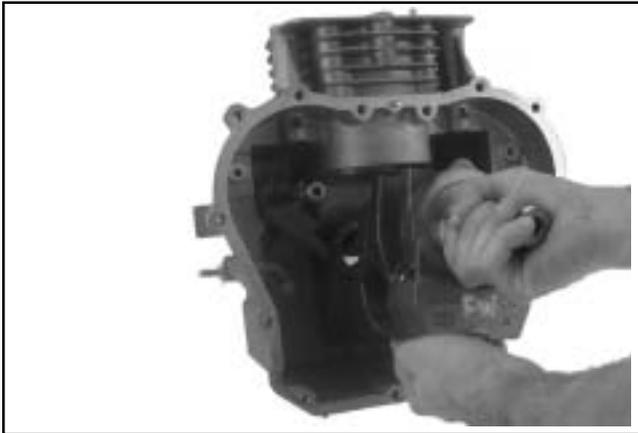

Figura 10-14. Installazione del gruppo albero motore.
3. Installare con cautela l'albero motore nel carter, attraverso il paraolio lato PDF, ed inserirlo saldamente in posizione. Ruotare l'albero motore in modo che il perno di biella sia lontano dal cilindro. Vedere Figura 10-14.